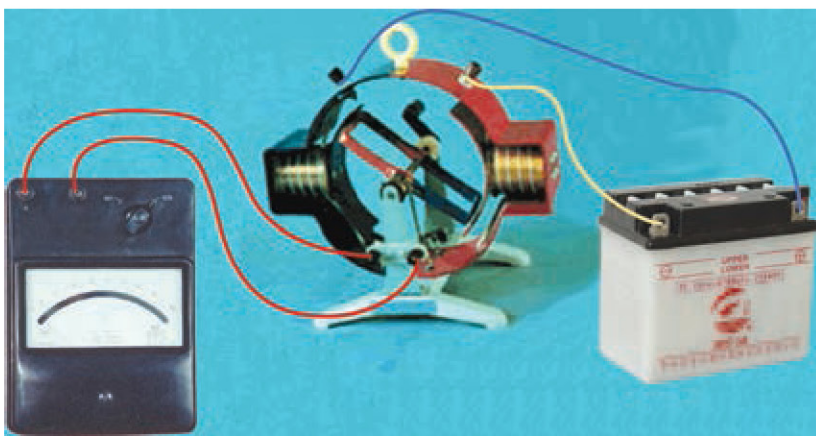

图 2-1-2 电机原理说明器
2. 将上述电路中的小灯泡换成零刻度居中的电流表，启用如图 2-1-2 所示的电机原理说明器。缓慢、匀速转动手柄，可以看到电流表的指针如何摆动？这又说明了什么？